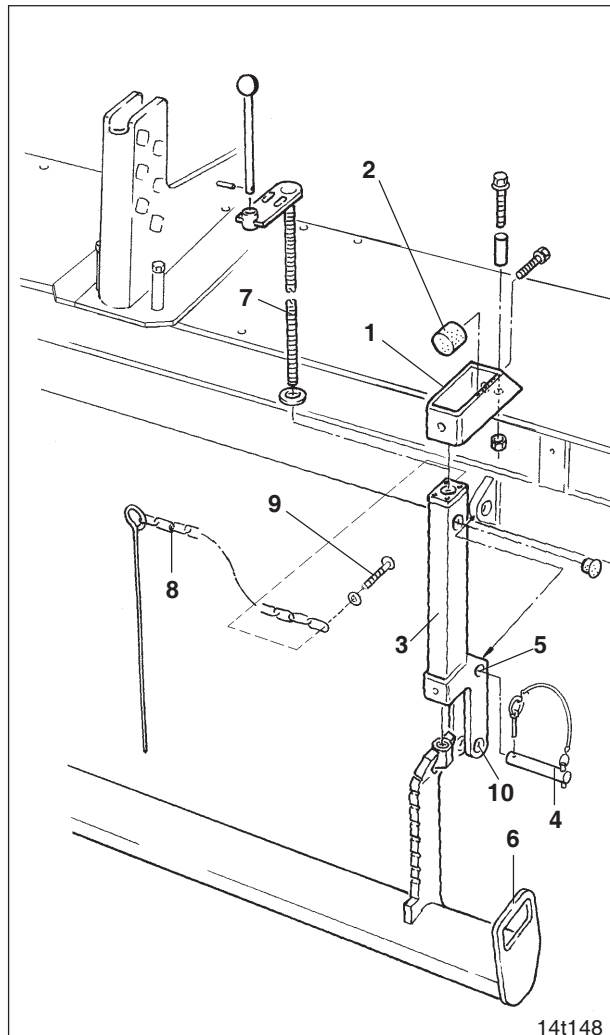

Fig. 14.3
Soll der Planierbalken außer Betrieb genommen werden, Planierbalken nach oben kurbeln, am Griff (Fig. 14.3/6) anheben und Spindelführungsrohr (Fig. 14.3/3) in der unteren Bohrung (Fig. 14.3/10) abstecken. Bolzen nach jedem Umstecken sichern.
Zwei mit Gummipuffern (Fig. 14.3/2) ausgerüstete Konsolen (Fig. 14.3/1) an der Bodenbearbeitungsmaschine anschrauben.
- Spindelführungsrohre (Fig. 14.3/3) mit Bolzen (Fig. 14.3/4) abstecken und mit Klappsteckern sichern. Stecken Sie die Spindelführungsrohre während der Arbeit (siehe auch Kap. 14.2) in der oberen Bohrung (Fig. 14.3/5) ab
- Planierbalken am Griff (Fig. 14.3/6) anheben und Verstellspindel (Fig. 14.3/7) einschrauben
- Kette (Fig. 14.3/8) mit einer Bohrschraube (Fig. 14.3/9) am Spindelführungsrohr anschrauben.